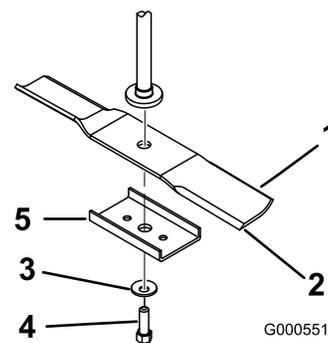

Figure 52
Tenez la lame par son extrémité avec un chiffon ou un gant épais. Enlevez le boulon, la rondelle bombée, le renfort (modèles de 107 cm (42 po) uniquement) et la lame de l'axe (Figure 52).
1. Placez la lame sur l'axe (Figure 52).
- Montez le renfort (modèles de 107 cm (42 po) uniquement), la rondelle bombée (face concave vers la lame) et le boulon de lame (Figure 52).